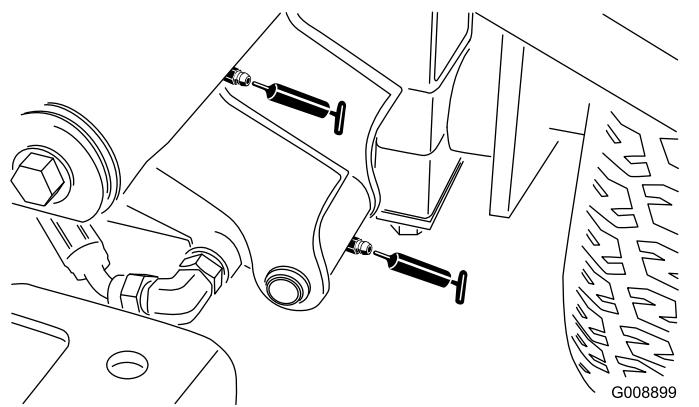

Figura 65
- Pivote y cilindro de elevación del brazo de elevación delantero izquierdo (2 acoplamientos – (Figura 65)